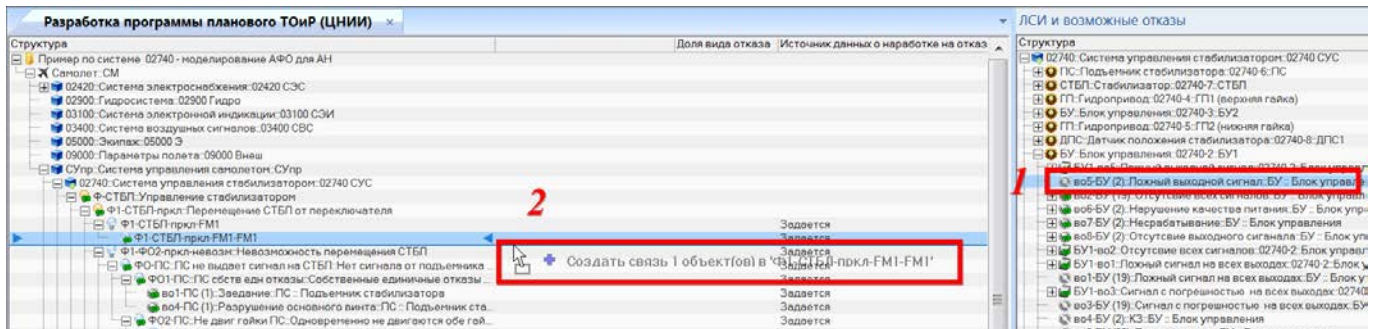

Рис. 11-126 – Установление связи между ВО и ФО
2) Переместить ВО на ФО в окне «Разработка программы планового ТОиР (ЦНИИ)» (рис. 11-126).